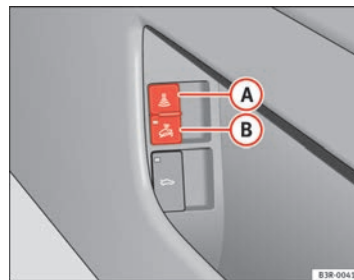

Fig. 79 Interruptor de la vigilancia del habitáculo
- Abra la puerta y tire del interruptor  con el símbolo  a un lado del compartimento portaobjetos de la puerta del conductor ⇒ fig. 79.
⇒ página 113, fig. 79.